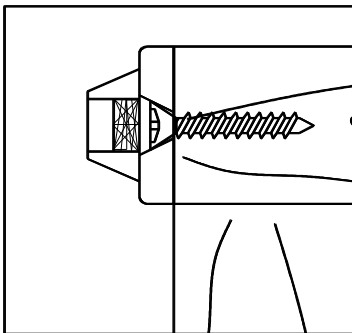

Figura 1
- Usar una mecha de 3/32" para hacer orificios piloto en el mueble en las "marcas de los tornillos". Utilice los DOS tornillos cortos para asegurar el soporte lateral del mueble. Este soporte puede colocarse en posición horizontal o vertical, según sea necesario (vea la Figura 1).